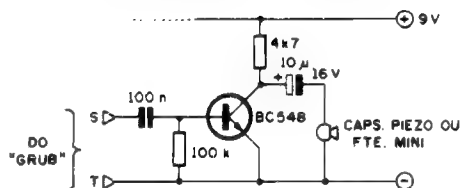

Fig.5
- FIG. 5 - OUVINDO O "RUÍDO BRANCO"... - O mais elementar módulo para amplificação/audição direta dos sinais gerados pelo GRUB, tem seu esqueminha super-simples mostrado na figura... Como a demanda de Corrente será ainda muito baixa, nada impede que a mesma bateriazinha de 9V usada para energizar o próprio GRUB seja também aplicada na alimentação do módulo mostrado... Na transdução final, tanto servirá uma cápsula piezo (cristal) como um pequeno alto-falante... Quem quiser ter uma melhor "visão" da "brancura do ruído", poderá também acoplar, na saída (entre o terminal negativo do eletrolítico de 10u e a linha de "terra"...), um fone de ouvido, de qualquer impedância entre 8 ohms e 64 ohms... (o ruído soará bem "bravo", nesse caso...). O módulo mostrado não permite controles, atenuações ou modificações de faixa tonal, e assim o Lei-